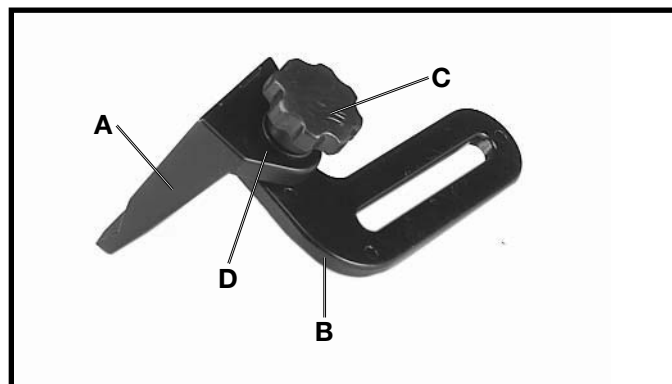

Fig. 3
1. Monte el apoyo izquierdo de la herramienta (A), Fig. 3, en el brazo del apoyo izquierdo de la herramienta (B), de la manera que se muestra en la ilustración, y sujételo con un tornillo de cabeza de pomo de 5/16-18x3/4" (C) y una arandela plana de 5/16 de pulgada (D). Monte la herramienta restante de la misma manera. No apriete completamente los herrajes en este momento.